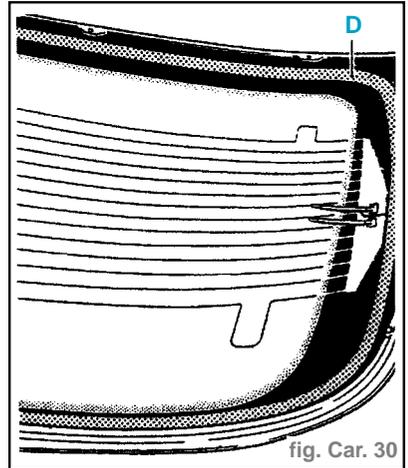

fig. Car. 30
- Pour un bon positionnement du cordon de colle sur vitre, suivre la trace existante sur les vitrages neufs (D). (fig. Car. 30)